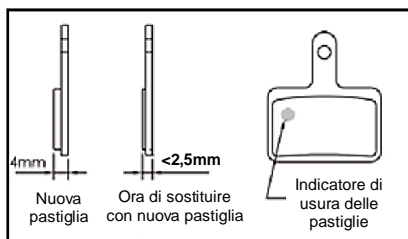

Figura I-1 Identificare pastiglie dei freni usurati
⚠ ATTENZIONE: le pastiglie devono essere sostituite quando lo spessore totale è inferiore a 2,5 mm (materiale di frizione e piastra di metallo) oppure quando appare l'indicatore di usura dei pattini. **(Figura I-1)**
- Controllare lo spessore delle pastiglie dei freni – lo spessore totale è superiore a valori raccomandati (**Figura I-1**).